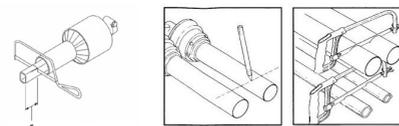

Рис. 4. Габариты отрезаемой части.
4. $(B-A) + 25\text{мм} = C$ (Рис. 4)